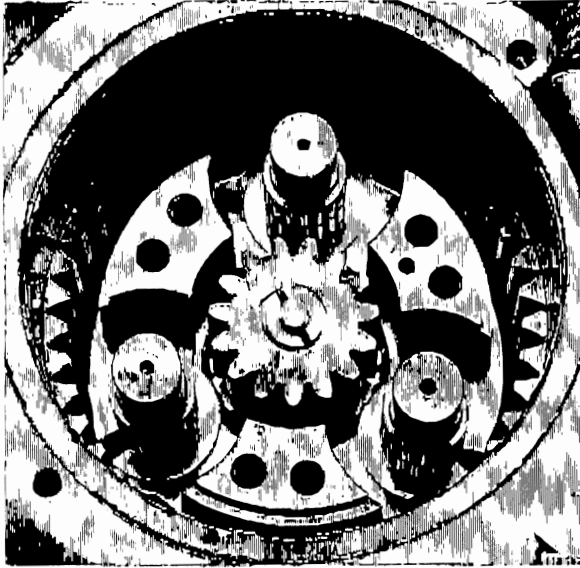

Bild 89. Ditsättning av nållager
31. Sätt nållagren på plats. Bild 89.
32. Sätt planethjulen (15) med brickorna (14) på plats.